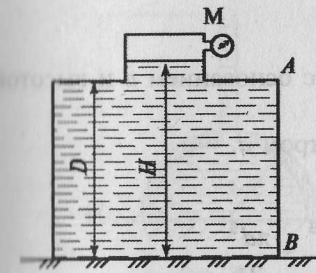

Рис. 3.18
**Задача 3.18.** Имеется цилиндрическая цистерна с бензином (рис. 3.18). Манометр показывает избыточное давление паров над свободной поверхностью. Определить силу давления на поверхность AB и координату центра давления, если  $D = 2,2 \text{ м}$ ;  $H = 2,4 \text{ м}$ ;  $r = 0,72 \cdot 10^3 \text{ кг/м}^3$ ;  $p_m = 1,5 \cdot 10^5 \text{ Н/м}^2$ ;  $g \sim 10 \text{ м/с}^2$ .